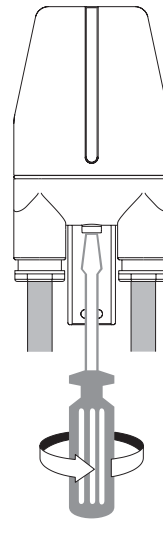

fig. 7
- Fissare la calotta serrando la vite imperdibile posta nella parte inferiore della base, serrare la vite sino a quando la calotta preme sulla guarnizione garantendo la chiusura ermetica (fig. 7).